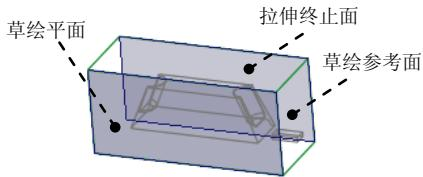
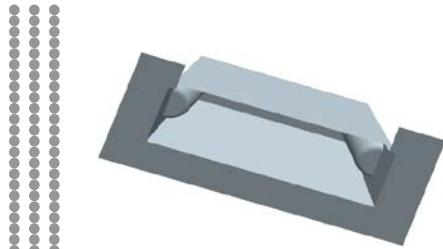

图12.37 选取拉伸终止面
图 12.39 合并面组
(1) 单击**分型面**功能选项卡**形状**▼区域中的“拉伸”按钮 \square ，此时系统弹出“拉伸”操控板。
(2) 定义草绘截面放置属性。右击，从系统弹出的菜单中选择**定义内部草绘...**命令；在系统的提示下，选取图12.37所示的坯料表面为草绘平面，然后选取图12.37所示的坯料表面为参考平面，方向为**右**。单击**草绘**按钮，至此系统进入截面草绘环境。
(4) 设置深度选项。
① 在操控板中选取深度类型 \perp (到选定的)。
② 调整视图方位，选取图12.37所示的坯料表面为拉伸终止面。
③ 在操控板中单击 \checkmark 按钮，完成特征的创建。
Step5. 将复制面组2与Step4中创建的拉伸曲面进行合并，如图12.39所示。
(1) 按住Ctrl键，选取复制面组2和Step4中创建的拉伸曲面。
(2) 单击**分型面**功能选项卡**编辑**▼区域中的 \square 按钮，此时系统弹出“合并”操控板。
(3) 在**合并**操控板中单击 \checkmark 按钮。